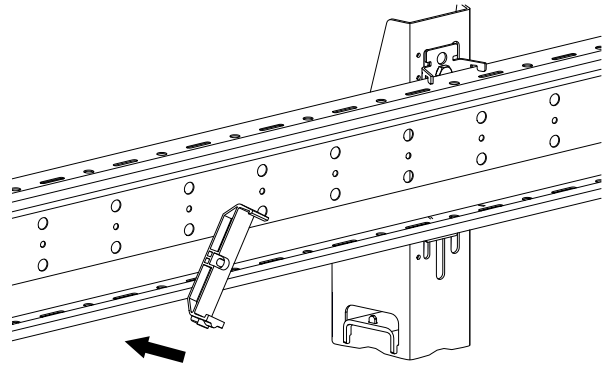
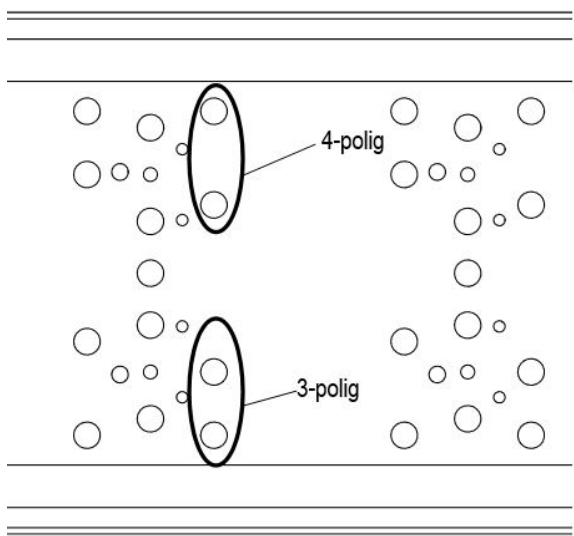

Abb. 54: Schienenhalter 0831 in die ProShell-Tragprofilschiene montieren
Abb. 57: Lochreihe für den 7-poligen Schienenhalter 0831 im ProShell-Tragprofilssystem 206
1. Den Arretierungszapfen (4) des Schienenhalters in den unteren Rahmen des ProShell-Tragprofils einhängen, sodass durch das Eindrehen des Schienenhalters die beiden Zapfen (3) in die Bohrungen des ProShell-Tragprofils versenkt werden (siehe Abb. 54 bis Abb. 57).